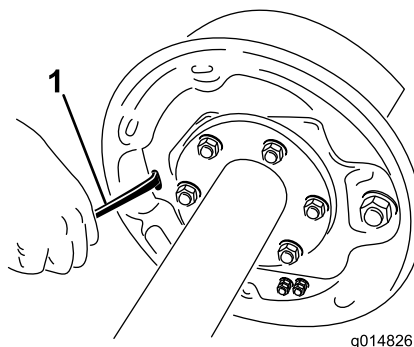

図 2
4. 通常のねじ回しを使って、アジャスタ・アセンブリのスターホイールを回してブレーキシューを外側に開く（図 2）。